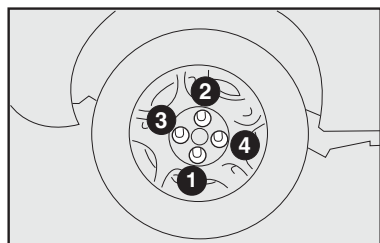

fig. 23
12) Apertar bem os parafusos, passando alternadamente de um parafuso ao outro diagonalmente oposto, de acordo com a ordem ilustrada na **fig. 23**.